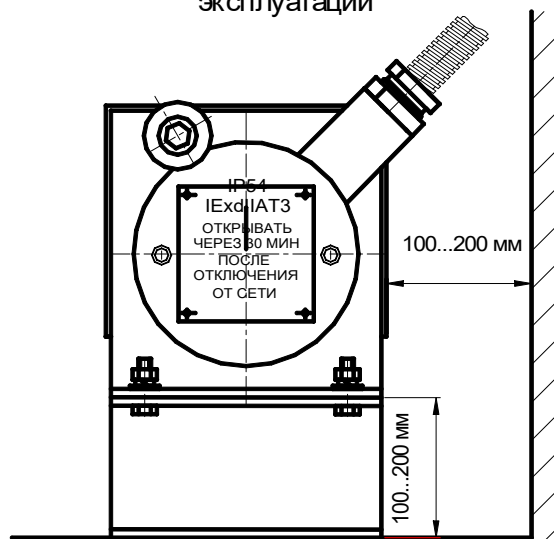

Рис. 4
6.1.4. Устанавливать обогреватель необходимо на расстоянии 100-200 мм от стен и пола. Крепить обогреватель при помощи четырех болтов М8. Пример установки приведен на рис.4.